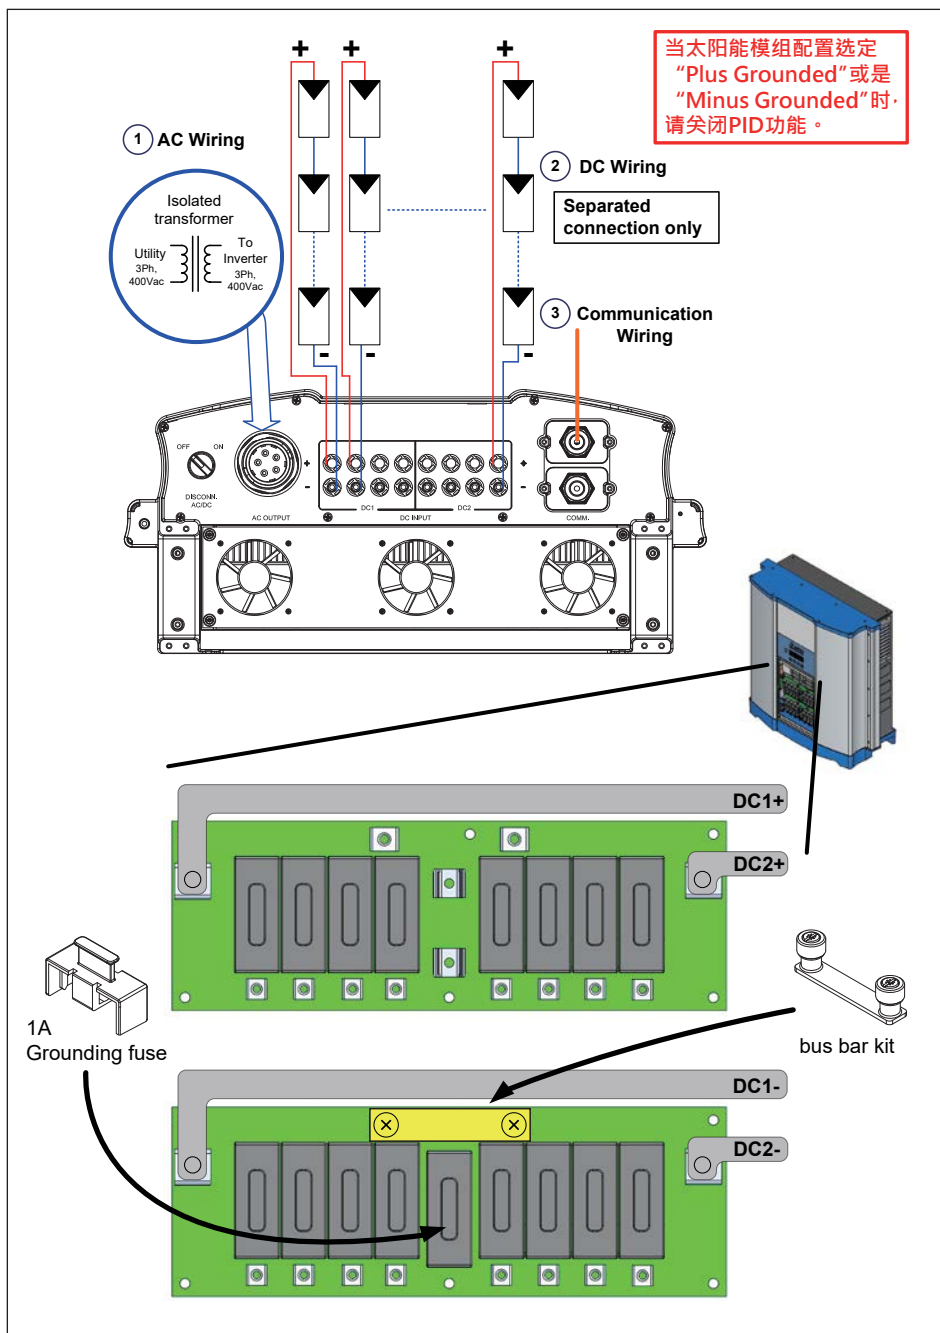
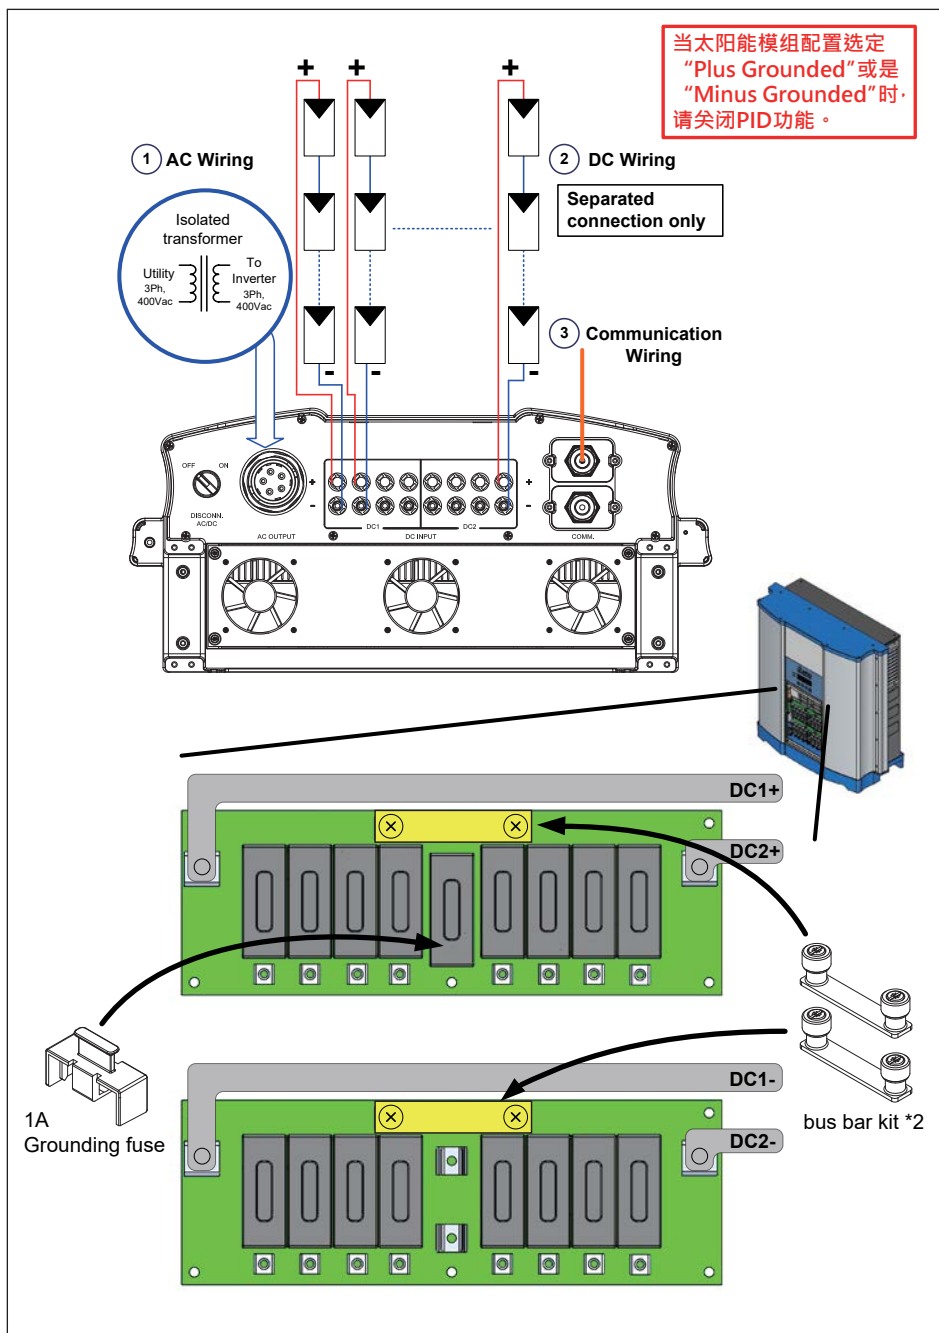

图4-3 : M30A\_120 DC端负接地配线图
图4-4 : M30A\_120 DC端正接地配线图
- RPI系列机种内部并未附带隔离变压器。若太阳能板为正端接地或负端接地时，使用者须于AC 端加装外部隔离变压器，并于逆变器内安装1000V/1A之midget型接地保险丝与短路导电片。详细的接线方式请参考图 4-3、图 4-4。